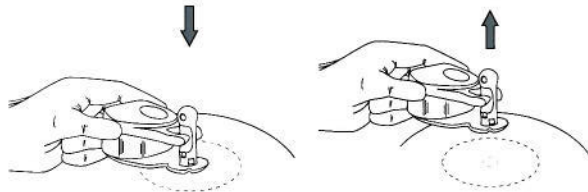

FIGURA 4
- e) Tenendo il magnete di Natrelle™ MAGNA-FINDER™ Xact centrato nell'unità di iniezione MAGNA-SITE™, premere delicatamente Natrelle™ MAGNA-FINDER™ Xact nella cute che copre l'unità di iniezione. Le protrusioni sul lato inferiore del Natrelle™ MAGNA-FINDER™ Xact lasceranno delle tacche temporanee nella cute quando il dispositivo viene sollevato. La posizione dell'unità di iniezione corrisponde al centro del cerchio creato dalle tacche (Figura 4).